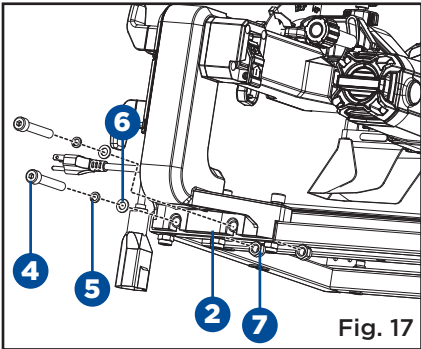

Fig. 17
- Insérez les vis à capuchon de prise hexagonale M10 X 60mm (4) dans les rondelles à ressort 10 (5), les grosses rondelles plates 10 (6) et le côté du cadre du plateau pour l'eau (2). Fixez avec les écrous de blocage M10 (7). Serrez les vis à capuchon à prise hexagonale M10 X 60 mm (4) au moyen de la clé hexagonale de 8 mm et l'extrémité ouverte de la clé d'écrou à disque fournie. (Fig. 17)